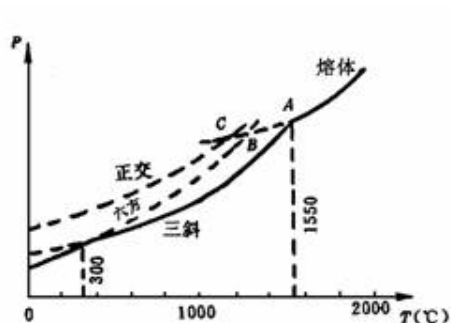

图6-1
6-4如图6-1是钙长石 ($\text{CaAl}_2\text{Si}_2\text{O}$) 的单元系统相图, 请根据相图回答: (1) 六方、正交和三斜钙长石的熔点各是多少? (2) 三斜和六方晶型的转变是可逆的还是不可逆的? 你是如何判断出来的? (3) 正交晶型是热力学稳定态? 还是介稳态?